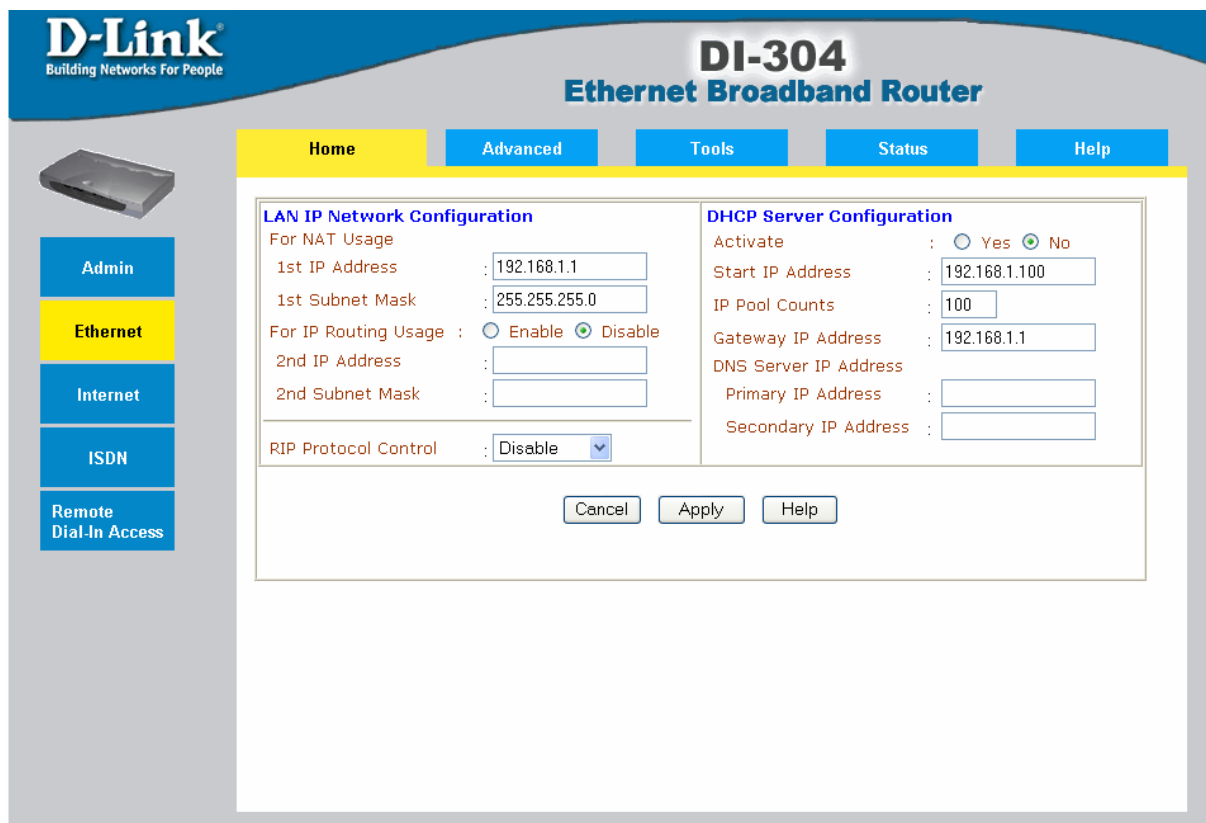

Abbildung 24: Ethernetkonfiguration des lokalen ISDN Routers
1. Zunächst müssen die lokalen IP Einstellungen vorgenommen werden (Abbildung 24). In diesem Beispiel wird dem lokalen Router die IP Adresse 192.168.1.1 zugewiesen. Der Router agiert auch als DHCP Server, der IP Adressen beginnend mit Adresse 192.168.1.100 zuweist.